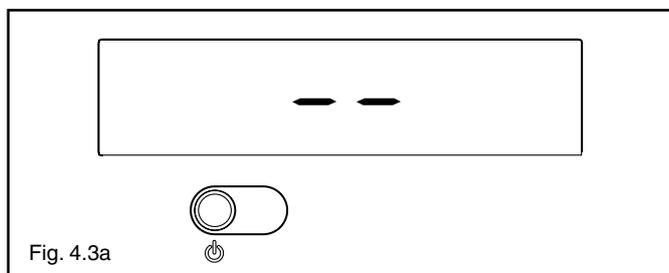

Fig. 4.3a
-  La caldera se enciende de nuevo en el mismo modo de funcionamiento en el que se había antes del apagado: si la caldera se apaga en invierno se enciende en invierno; si está en estado OFF, el display visualiza " - - " (fig. 4.3a).